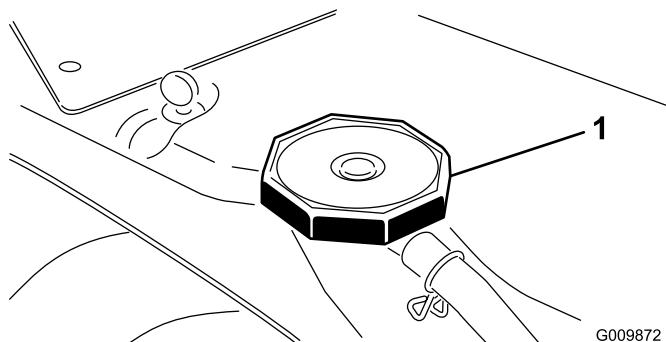

Figure 27
1. Enlevez le bouchon de radiateur avec précaution (Figure 27).